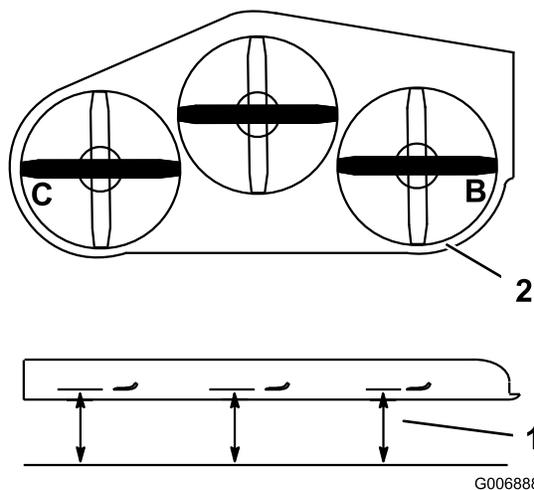

**Figura 109**
- Instale el conjunto de casquillo/cuchilla en el eje (Figura 109).